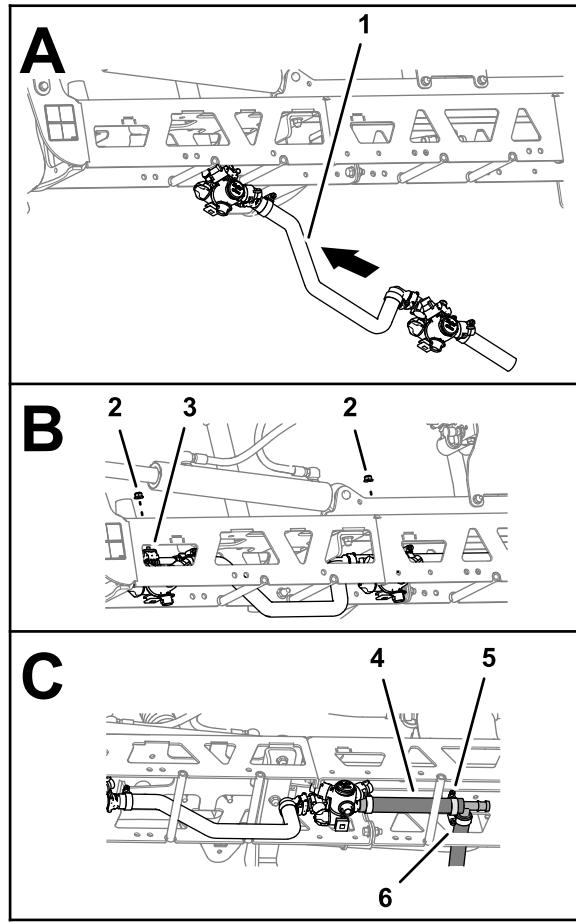

Figure 114
1. Au niveau de la section de pulvérisation centrale, installez l'ensemble débitmètre/tourelle de buse C1 et C2 entre les renforts de tube du cadre en treillis (Figure 114).
2. Insérez les boulons d'étrier de tourelle dans les trous des supports de buses, et fixez les ensembles buse/débitmètre aux supports (Figure 114) à l'aide de deux contre-écrous à embase (5/16").